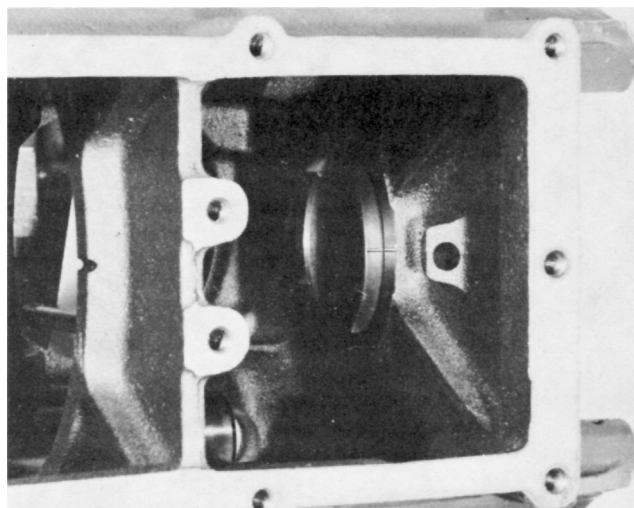

Fig. 29. Inpassning av främre ramlager, MD3B.
4. Drag lagerhalvan rakt bakåt ca 10 mm och gör en rits på dess utsida samt motsvarande rits i blocket (se fig. 29).